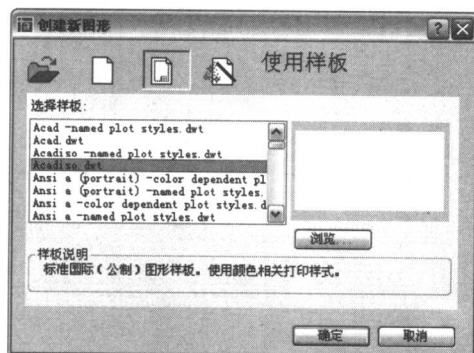

图 1-2
(2) 新建图形。单击“文件”|“新建”命令，或单击工具栏上的按钮，或在命令行输入“new”命令，在出现的“创建新图形”对话框中选取模板 Acadiso.dwt，如图 1-2 所示，单击“确定”按钮。